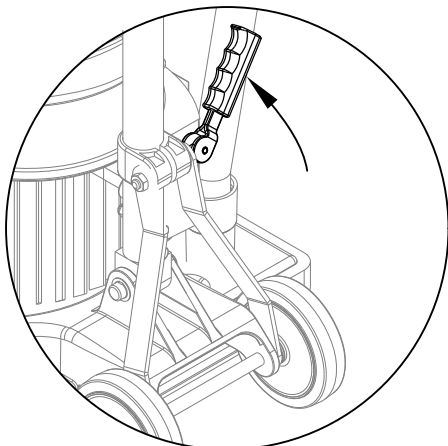

Figura 1
2. Eleve y bloquee la manija en posición vertical. Para trabar el mango, tire hacia arriba de la palanca de compresión de liberación del mango. Consulte la figura 1.